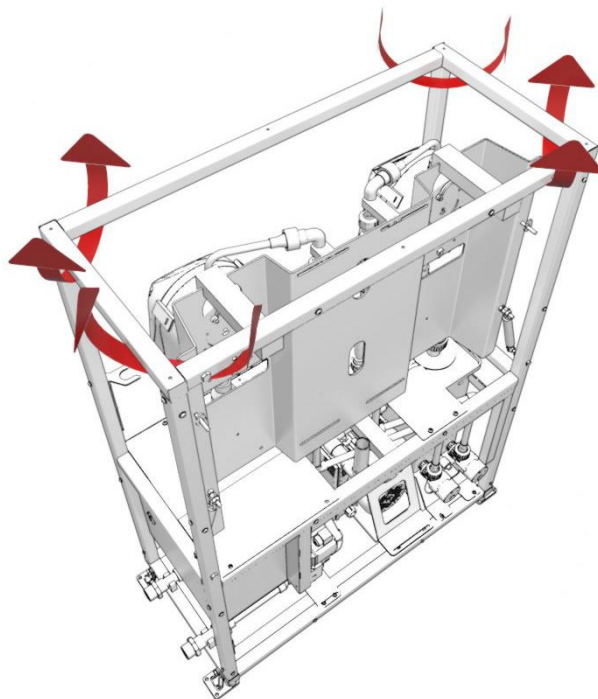

Abbildung 7: Position der Hebegurten
- Beim Transport der Anlage mit einem Kran dürfen die Tragbänder nur an den Ecken des Rahmens positioniert werden (Abbildung 7).